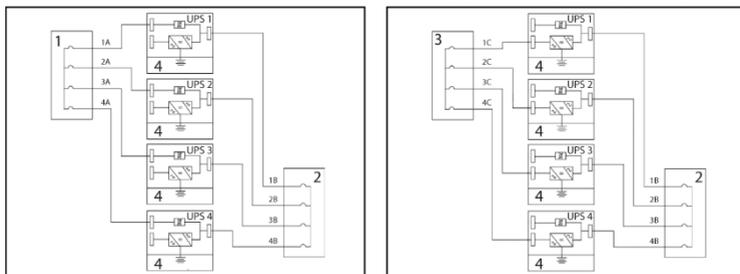

Рисунок 27. Соединительные элементы параллельно подключенной системы ИБП
2. Для установки параллельной системы, см. Рисунок 27.
Общая длина: $1A + 1B = 2A + 2B = 3A + 3B = 4A + 4B$ (см. рис. 27)